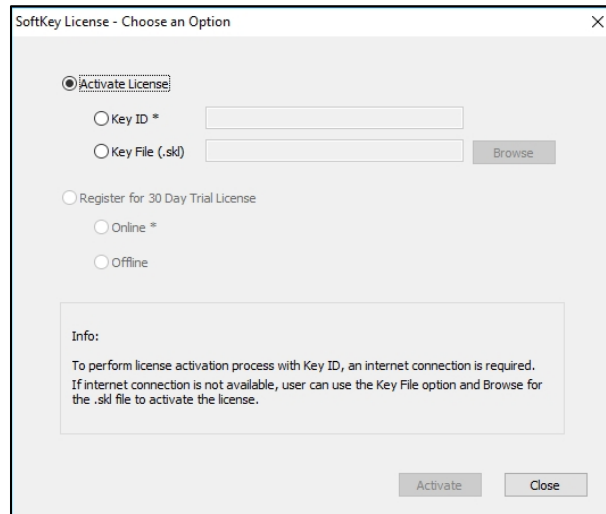

図6.ライセンス認証
- b. **Choose an Option** ページ (図 6) で **[Key File (.skf)]** を選択します。